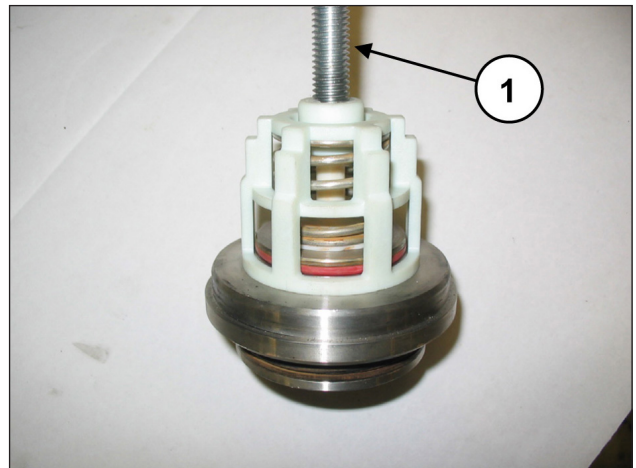

Abb. 104
Bauen Sie die Saug- und Druckventilgruppen durch Anziehen einer Schraube M10 aus, um durch Drücken auf die innere Führung die Ventilführung aus dem Ventil Sitz herausziehen zu können (Pos. ①, Abb. 104).